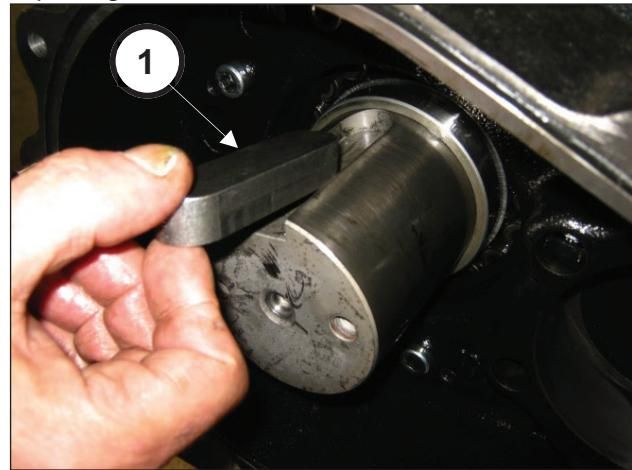

Fig. 74
Appliquer la languette 22x14x80 dans le logement de l'arbre (rep. ①, Fig. 74).